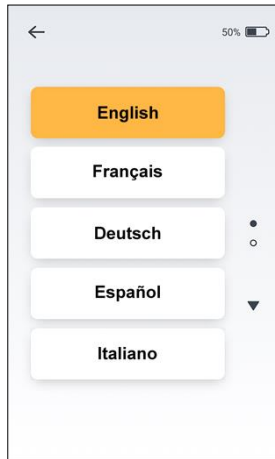

Fig. 14
- Selectați limba preferată din lista de limbi disponibile – vedeți Fig. 14.